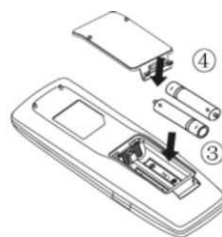

Fig. 2
- (3) Inserte dos pilas AAA (1,5 V), asegurándose de que la posición de los polos "+" y "-" sea correcta (como se muestra en la Fig. 2 ③).
- (4) Vuelva a insertar la tapa (como se muestra en la Fig. 2 ④).